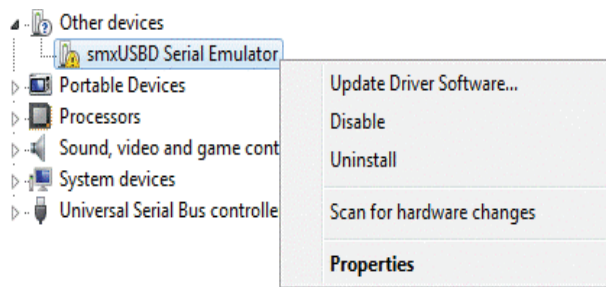

Figure 80 Gestionnaire de périphériques Windows 7
3. Sous **Autres périphériques**, cliquez avec le bouton droit sur **smxUSBD Serial Emulator** et sélectionnez **Mettre à jour le pilote logiciel** (Figure 80).